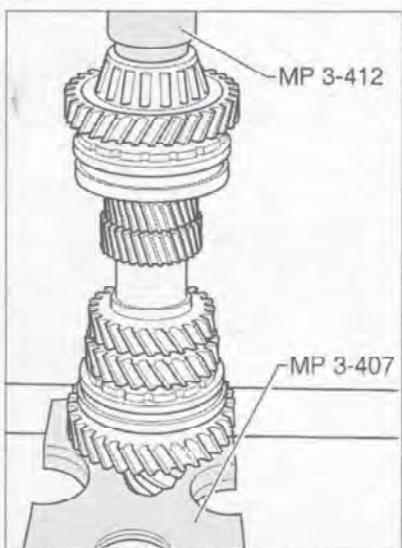

Рис. 7.99. Установка внутренней обоймы малого роликоподшипника.
6. Напрессуйте внутреннюю обойму малого роликоподшипника с помощью специального инструмента (рис. 7.99).